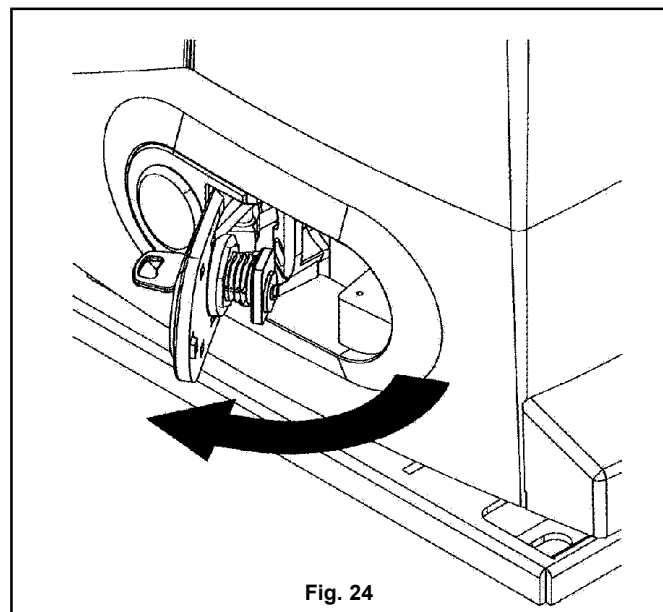

Fig. 24
- c) Tirare leggermente verso l'esterno la chiave per far sporgere lo sportellino, quindi con le dita tirare verso l'esterno lo sportellino fino all'arresto (fig. 24); così facendo lo sportellino, dotato di camma, tramite un perno sgancia direttamente la trasmissione.